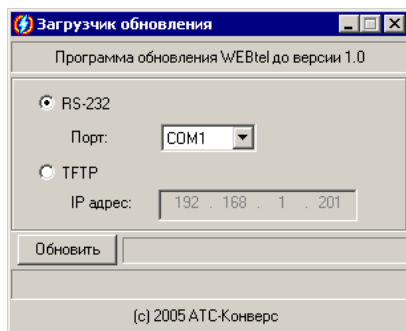

Рисунок 27 – Окно загрузчика обновления ПО адаптера
10.3 Запустите загрузчик обновлений WEBtel-loader.exe. После запуска загрузчика обновления появится окно программы (рисунок 27).
10.5.2 В окне загрузчика обновления (рисунок 27) установите переключатель режима передачи данных в положение «RS-232» и выберите из выпадающего списка номер последовательного порта, к которому подключен адаптер.